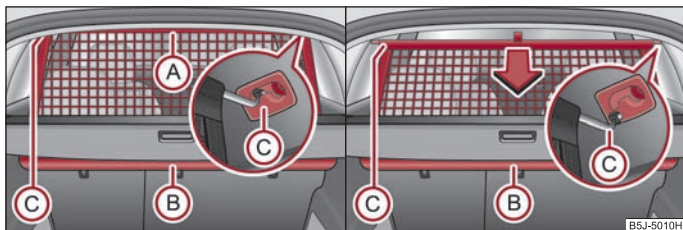

Abb. 65 Netztrennwand herausziehen / aufrollen
- Ziehen Sie die Netztrennwand an der Lasche (A) aus dem Gehäuse (B) in Richtung der Halterungen (C) ⇒ Abb. 65.
- Setzen Sie die Querstange in eine der Aufnahmen (C) ein.
- Ziehen Sie die Querstange erst auf der einen, dann auf der anderen Seite etwas nach hinten und nehmen die Querstange aus den Aufnahmen (C) ⇒ Abb. 65.
- **Halten** Sie die Querstange so, dass die Netztrennwand in das Gehäuse (B) langsam und ohne Beschädigung einrollen kann.